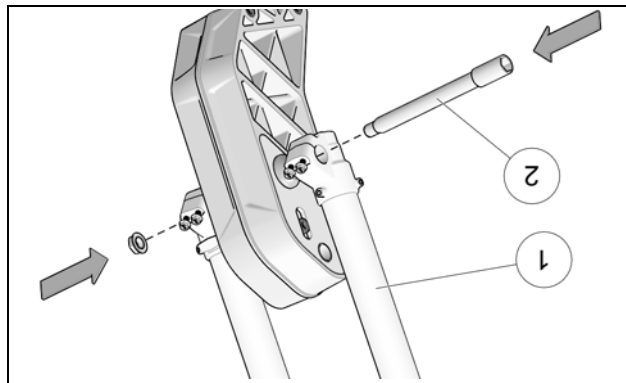

Figure 18
- Positionner l'ensemble du ski à la fourche (1) avant de la moto et aligner les T-bagues aux ouvertures inférieures des poteaux de fourche.
- Insérer l'axe de roue (2) avant aux ouvertures de la fourche et aux T-bagues afin de fixer en place l'assemblage du ski. Installer l'écrou à l'axe et serrer temporairement à la main. Figure 18.